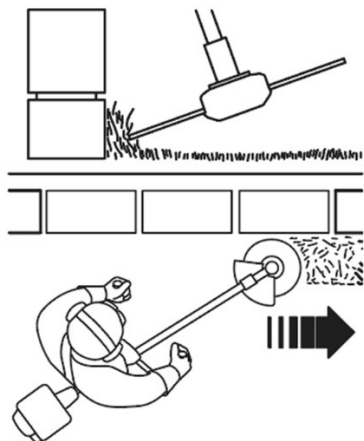

Рисунок 11. Схема скошування трави вздовж перешкод.
3. Під час скошування електрокосу рухати повільно (рис. 11), якомога ближче до перешкоди так, щоб жилка не торкалася перешкоди.